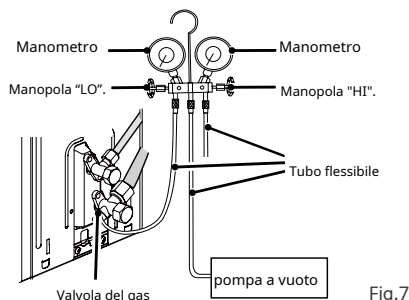

Fig.7
3. Come mostrato nella figura seguente (Fig.7), espellere il gas all'interno dell'unità interna e il tubo del refrigerante tramite la pompa del vuoto.